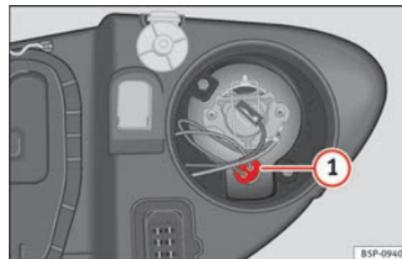

Fig. 189 Feux de position.
- Retirez la douille d'ampoule ⇒ fig. 189 ① vers l'extérieur.